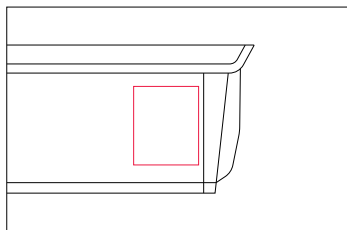

Abbildung 7
**HINWEIS:** Bitte notieren Sie sich die Seriennummer auf dem Akku unter dem Barcode (Abb. 7) auf der Innenseite der Vorderseite dieses Handbuchs, um die Fehlermeldung zu erleichtern. Produkte, bei denen die Seriennummer und/oder der Barcode entfernt, verunstaltet, beschädigt, verändert oder unleserlich gemacht wurden, fallen nicht unter die Garantie.